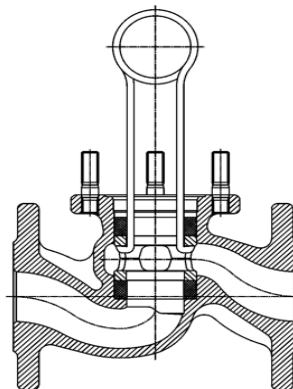

Bild 2
- » Oberen Ventilring (Pos. 9) und Laterne mittels Laternenzieher herausziehen ohne die Oberfläche der Gehäusebohrung zu beschädigen (siehe Bild 2)